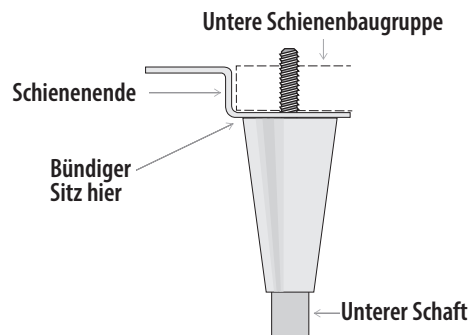
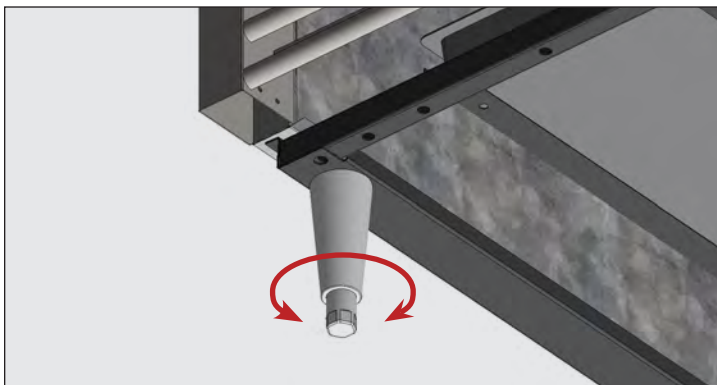

Abb. 4. Schemazeichnung eines Nivellierfußes
Abb. 6. Drehen Sie zum Nivellieren des Geräts den unteren Schaft.
3. Schrauben Sie die Nivellierfüße in die Rahmenschiene oder den Geräteboden. Siehe Abb. 4 und 5.
5. Falls das Gerät nicht waagrecht ist, heben das untere Ende des Geräts vorsichtig anheben und abstützen. Dann den unteren Schaft des Nivellierfußes mit einem verstellbaren Schraubenschlüssel hinein- oder herausdrehen und das Gerät so nivellieren und stützen. Siehe Abb. 4 und Abb. 6.